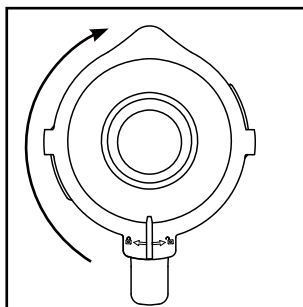

Fig. 2
- 4) Appuyez à nouveau fermement le couvercle ❷ sur le bol mixeur ❸ de manière décalée. Refermez le couvercle ❷ en le tournant dans le sens horaire jusqu'à ce qu'il encrante audiblement en position  (voir fig. 2).